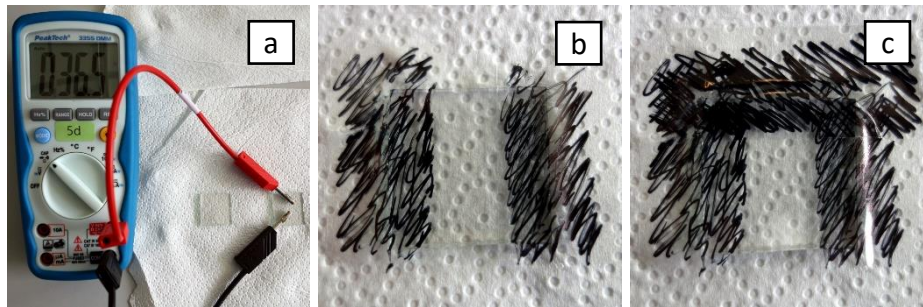

Abbildung 1
1. Die Glasscheibe ist nur auf einer Seite leitfähig beschichtet. Messe den elektrischen Widerstand zwischen zwei Punkten auf der Scheibe mit dem Multimeter. Auf der beschichteten Seite sollte der Widerstand unter 100Ω liegen. (Abb. 1 a)
2. Klebe die Glasscheibe nun mit dem Klebeband auf ein Papiertuch (beschichtete Seite nach oben). (Abb. 1 b,c). Das Klebeband muss dabei falten- und blasenfrei auf dem Glas kleben.